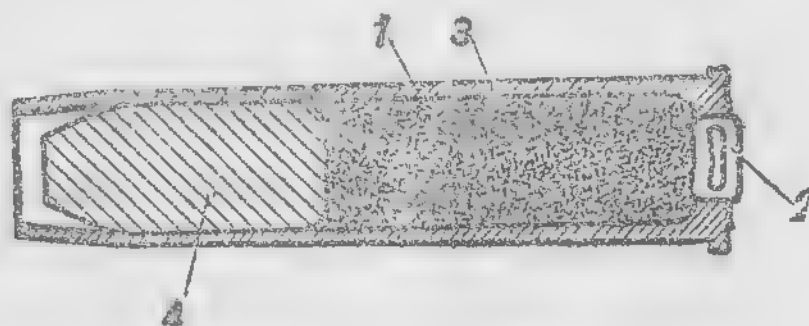

Рис. 25. Боевой патрон в разрезанном виде:
22. Боевой патрон (рис. 25) состоит из гильзы, капсюля, заряда и пули.